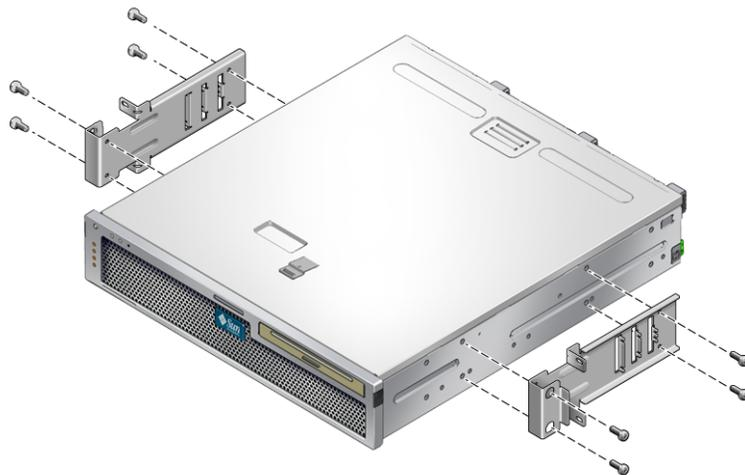

ABBILDUNG 4-9 Befestigen der Seitenhalterungen an der Seite des Servers
2. Befestigen Sie die Seitenhalterungen mit vier M5 x 10 SEM-Schrauben an den Seiten des Servers (ABBILDUNG 4-9).